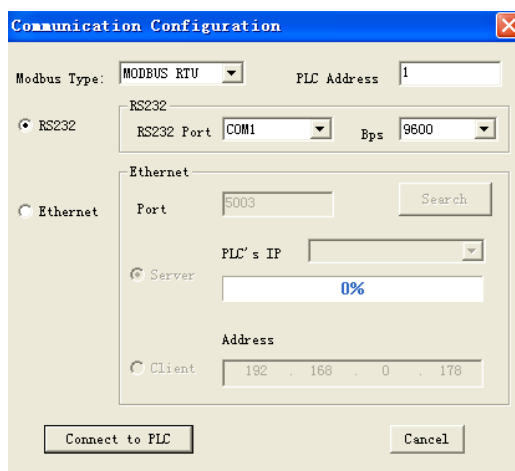

Рис. 7.10.10 Настройка порта и скорости передачи данных в бодах
- б. Запустить прикладное ПО eSmsConfig, создать новый файл или открыть сохраненный, после чего необходимо открыть COM-порт. Нажать опцию "Configuration" (Конфигурацию) в меню "Tools" (Инструменты) левой кнопкой мыши или нажать на  в строке инструментов. В появившемся диалоговом окне (Рис. 7.10.10) выбрать коммуникационный порт и скорость передачи данных.